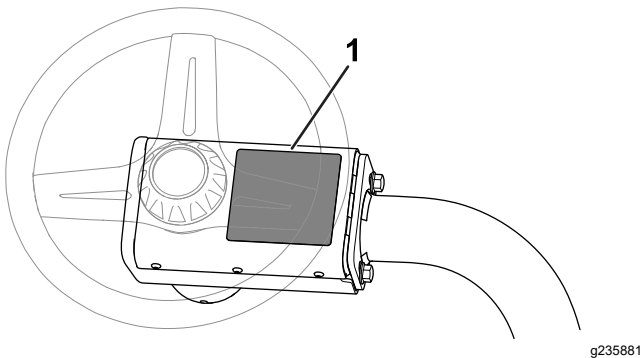

Figure 14
- Apposez l'autocollant de sécurité CE (réf. 136-8505) sur l'autocollant de sécurité existant (réf. 136-8506). La Figure 14 indique l'emplacement de l'autocollant de sécurité.